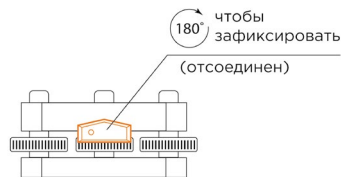

рис. 6-2
2. Придерживая тахеометр за транспортировочную ручку, откройте замок трегера. В открытом положении выступающая часть замка трегера направлена вверх (рис. 6-2).